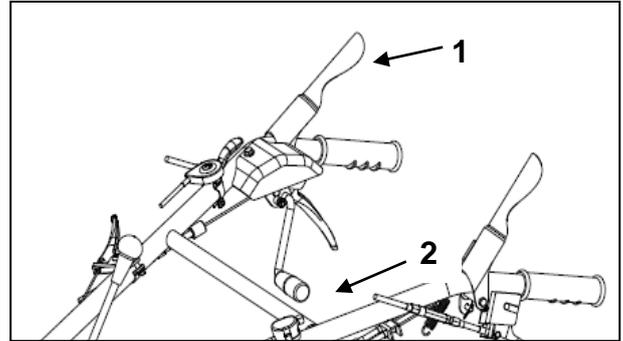

Figura 8
- Spingere in basso la leva frizione della lama (1, Figura 8), quindi azionare lentamente la leva di tensionamento lama (2, Figura 8).